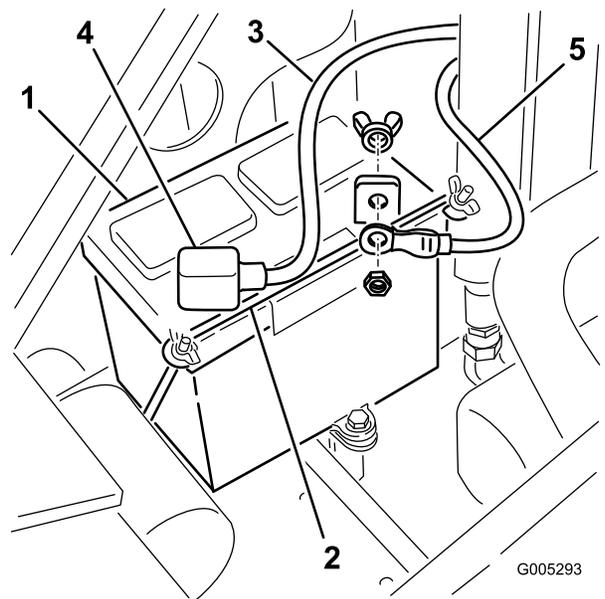

図 32
- バッテリー固定用の蝶ナットとバーを外す 図 32。
- バッテリー端子から、マイナス黒アース側ケーブルを外す 図 32。締結具はすべて保管しておく。
- バッテリー端子から、プラス赤ケーブルを外す 図 32。締結具はすべて保管しておく。
1. 先ほど取り外したねじ類を再使用して、プラスケーブル赤いケーブルをバッテリーのプラス端子に取り付ける 図 32。
3. 先ほど取り外したねじ類を再使用して、マイナスケーブル黒いケーブルをバッテリーのマイナス-端子に取り付ける 図 32。
4. 押さえ棒と蝶ナットでバッテリーを固定する 図 32。